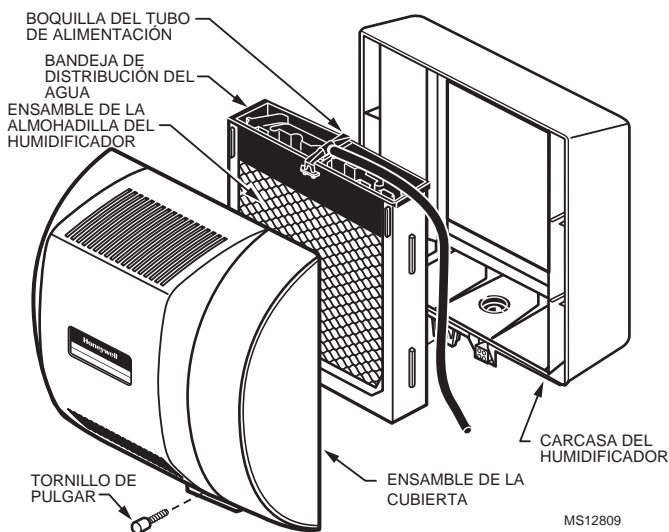

Fig. 13. Limpieza del humidificador.
2. Retire la cubierta del humidificador desenchufando el conector y aflojando el tornillo de pulgar. Tome la cubierta cerca de la parte inferior y hálala hacia usted. Consulte la Fig. 13.